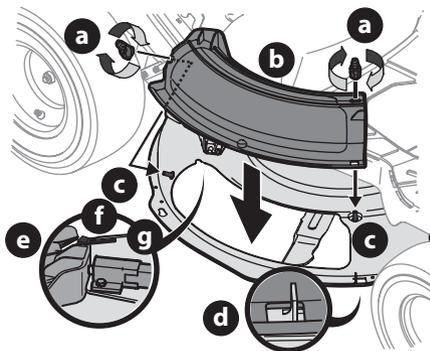

Figure 12
1. Retirez les écrous papillon du plateau de coupe et conservez-les pour utilisation ultérieure (Figure 12).
2. Installez le bouchon de déchetage (b) sur l'orifice d'évacuation du plateau de coupe. L'arrière du bouchon de déchetage (b) doit être glissé sous la languette (f) du support arrière gauche (g). Introduisez les goujons (c) sur la surface du plateau de coupe dans les trous sur la partie supérieure du bouchon de déchetage (b). Introduisez la petite encoche sur le rebord du plateau dans le trou carré sur la partie inférieure du bouchon de déchetage (b) (Figure 12).
REMARQUE : Assurez-vous que la partie supérieure arrière du bouchon de déchetage s'appuie contre l'interrupteur de sécurité situé sur la surface du plateau de coupe et sous la languette (f) du support arrière gauche (g). Le moteur ne démarrera pas si le bouchon de déchetage n'est pas bien installé (Figure 12).
3. Fixez le bouchon de déchetage (b) en serrant les boutons à oreilles (a) retirés plus tôt (Figure 12).